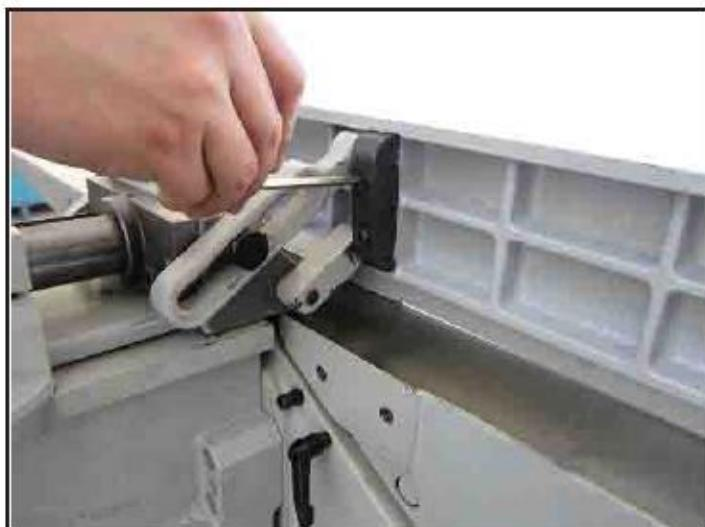

Рис. 11. Установка узла параллельного упора
4. Глядя сверху вниз на клиновый ремень и шкивы, проверить параллельность шкивов и совмещение их торцов (рис. 11).
1. Закрепить узел параллельного упора на узле каретки параллельного упора двумя винтами с шестигранным шлицем M8-1,25 x 20 с пружинными и плоскими шайбами (рис. 11).